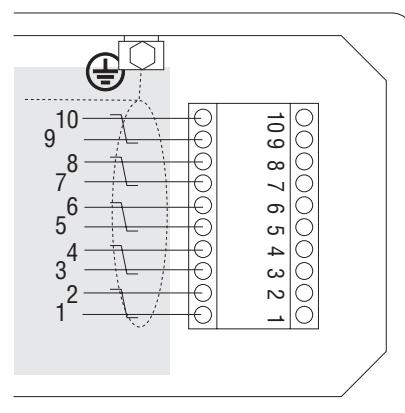

Fig. 3 : Barrette de connexion dans boîte à bornes du DFS56 02908AXX
Liaisons de transmission des signaux du resolver et du dispositif de protection du moteur (TF) sur la barrette de connexion (Fig. 3) :